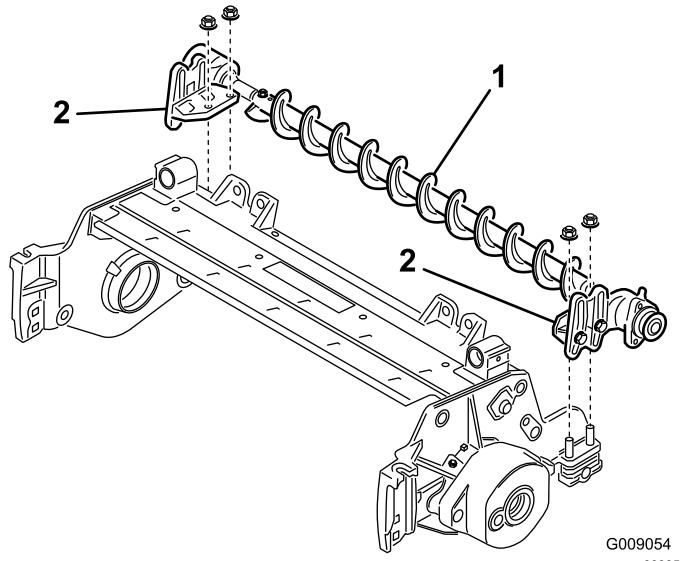

Figura 8
- Coloque los soportes de montaje del conjunto del cepillo de rodillo en los pernos del soporte del rodillo (Figura 8). Sujete los soportes de montaje del conjunto del cepillo a las chapas laterales de la unidad de corte con las tuercas que retiró anteriormente.